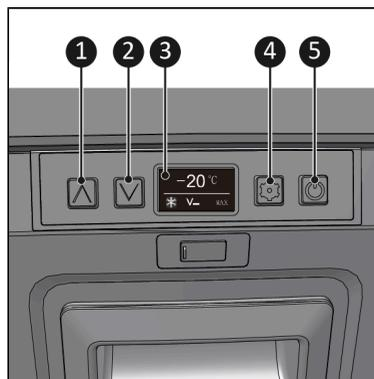

Figure 28.
1. Appuyez sur la touche ON/OFF (Figure 28, pos. 5) et maintenez-la enfoncée pendant 5 secondes.
1. Appuyez sur la touche « augmenter la température » ou « diminuer la température » (Figure 28, pos. 1 & 2) pour régler la température désirée.
1. Appuyez sur la touche de réglages (Figure 28, pos. 4) jusqu'à ce que °C ou °F clignote.
1. Appuyez sur la touche de réglages (Figure 28, pos. 4) jusqu'à ce que V_- , $V=$ ou $V\equiv$ clignote.
1. Appuyez sur la touche de réglages (Figure 28, pos. 4) jusqu'à ce que MAX ou ECO clignote.
1. Éteignez l'appareil en appuyant sur la touche ON/OFF (Figure 28, pos. 5) et en la maintenant enfoncée pendant 5 secondes.